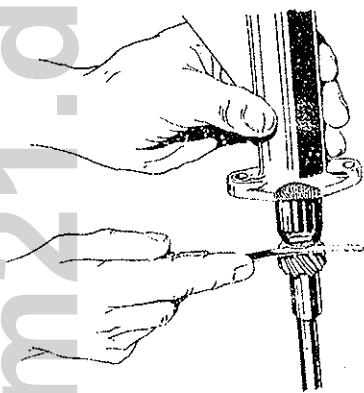

Bild 89 Prüfung des Axialspiels zwischen Antriebsgehäuse und Zahnrad
b) die Antriebswelle mit Hilfe einer zwischen Antriebsgehäuse und Zahnrad gesteckten Fühllehre (Bild 89) auf Axialspiel prüfen. Dieses soll im Bereich 0,15—0,40 mm liegen;